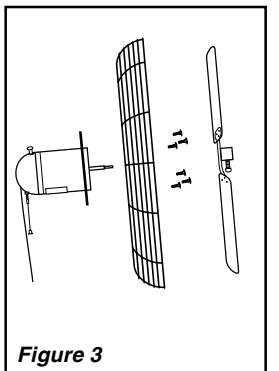

Figure 3
2. Encontrar el montante o paral de la pared o del cielo raso cercano al lugar deseado para el Ventilador. Fijar el Soporte en el montante con tres (3) Tornillos de Cabeza Cuadrada para Madera de 5-16" de diámetro x 2" de largo, o Pernos y Tuercas de tamaño adecuado si se ha de fijar en vigas "I".
7. Put rear grill onto motor, Lining up the six holes in the grill with the six threaded holes in the mounting flange. Install six 10-32 x 5/16 hex bolts through the grill into the mounting flange. Securely tighten all bolts. (Figure 3)